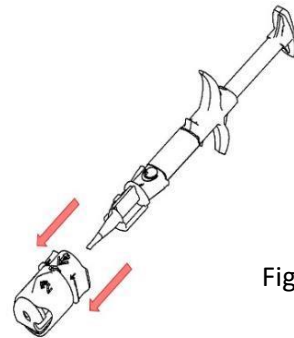

Fig. 3
7. Ziehen Sie den Adapter zusammen mit dem Drehring nach vorne ab (siehe "4" in Fig. 3) und entsorgen Sie beides.